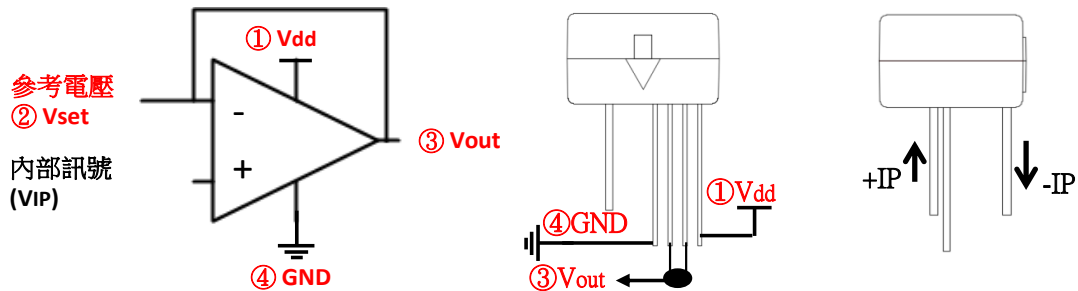

Fig. 1
2. 量測過電流值:  $V_{set}$  與  $V_{out}$  短路, 如圖 Fig. 1,  $V_{out}$  無需接任何負載, 將欲設定 IP 過電流通過電流感測元件, 使用電錶 DC 檔位量測輸出電壓  $V_{out}$ , 並記錄此電壓。
1.1 量測零電流電壓  $V_{0A}$ :  $V_{set}$  與  $V_{out}$  短路, 如圖 Fig. 1,  $V_{out}$  無需接任何負載, 直接使用電錶 DC 檔位量測輸出電壓  $V_{out}$ 。